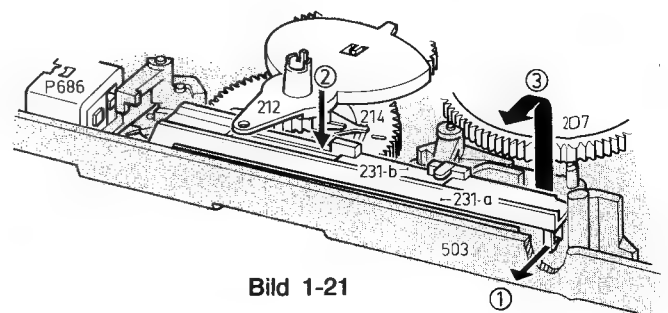

Bild 1-21
- ① Klickverbindung zwischen der Bremsstange Pos. 231a und Pos. 231f auf der rechten Seite (Bild 1-21) öffnen und ②③ den Bügel Pos. 231a auf der rechten Seite hochbiegen, bis sich der unterste Stift über den Rand der Chassisplatte drehen lässt.